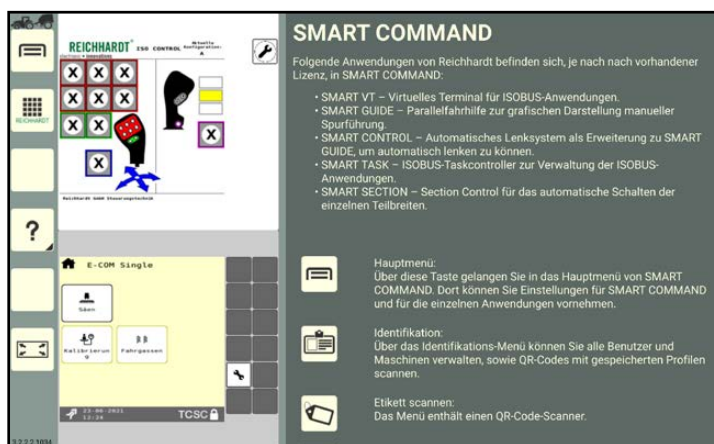

Abb. 79: Anwendung in gewünschtem Fenster loslassen
3. Lassen Sie die Anwendung los (siehe Abb. 79).